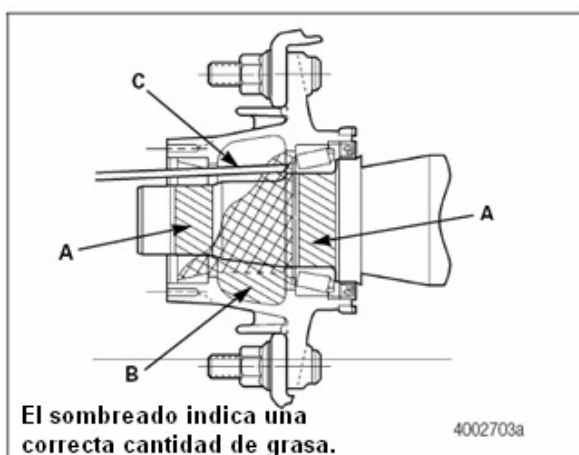

Figura 13.8
- B. Aplique una ligera capa de grasa sintética a los cojinetes de rodamiento de mangueta. Refiérase a A en la Figura 13.8
- D. Llene la cavidad de cubo con grasa sintética al diámetro más pequeño de la copa externa. Refiérase a B en la Figura 13.8
- E. En la parte superior de la mangueta y tan atrás como sea posible, bombee grasa sintética adicional hasta que parezca que la grasa saldrá fluyendo. Instale el cono de rodamiento externo rápidamente. Refiérase a C en la Figura 13.8
- F. La cavidad de cubo será llenada aproximadamente a 1/3 completo con grasa, desde la posición de las cuatro a las ocho del reloj. Figura 13.8.